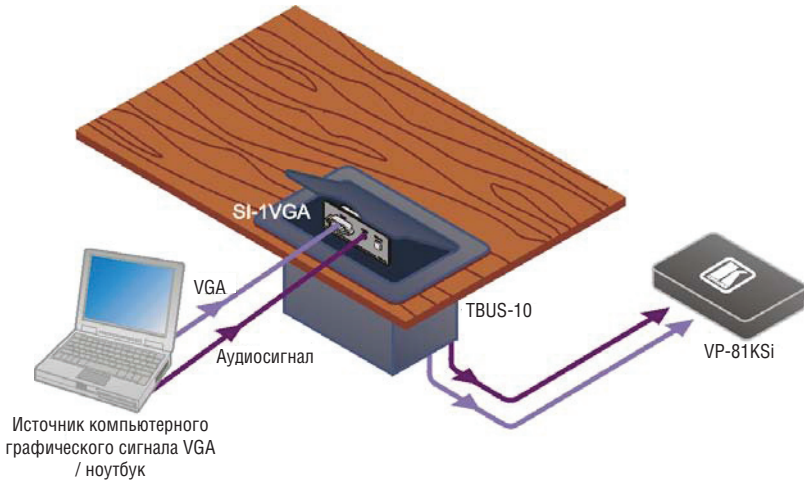

Рис. 4. Панель-вставка SI-1VGA, вмонтированная в коробку TBUS-10.
Панель-вставка **SI-1VGA** может встраиваться, например, в настольную соединительную коробку Kramer **TBUS-10** (см. рис. 4) или в ввод стола трибуны **K-POD301**.
На рис. 4 изображена панель-вставка **SI-1VGA**, вмонтированная в коробку **TBUS-10**.
- для **SI-1VGA** — внутри либо **TBUS-10** (см. рис. 4), либо **K-POD301** — в зависимости от того, что из них используется.